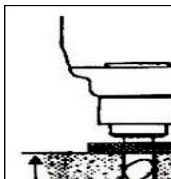

图 17
- 用电锤将  $\Phi 18$  冲击钻头从平台底板孔钻入地面 160 mm 深孔（图 17），并清理 洞口